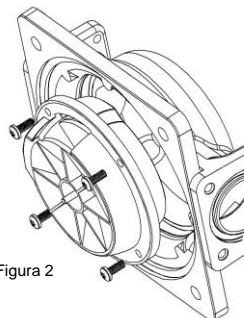

Figura 2
La cámara del medidor consta de las cámaras superior e inferior, un disco de nutación y cuatro tornillos (Figura 2).
- 2) La cámara del medidor se puede sacar al retirar los 4 tornillos (consulte la Figura 2).